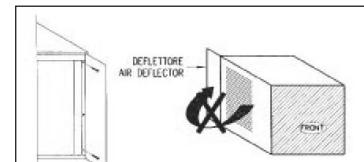

Abb. 24.
- 13) Montage des mitgelieferten Leitblechs (Abb. 24): Das Leitblech muss wie dargestellt montiert werden, um die Heißluftführung in den Kondensator zu verhindern.